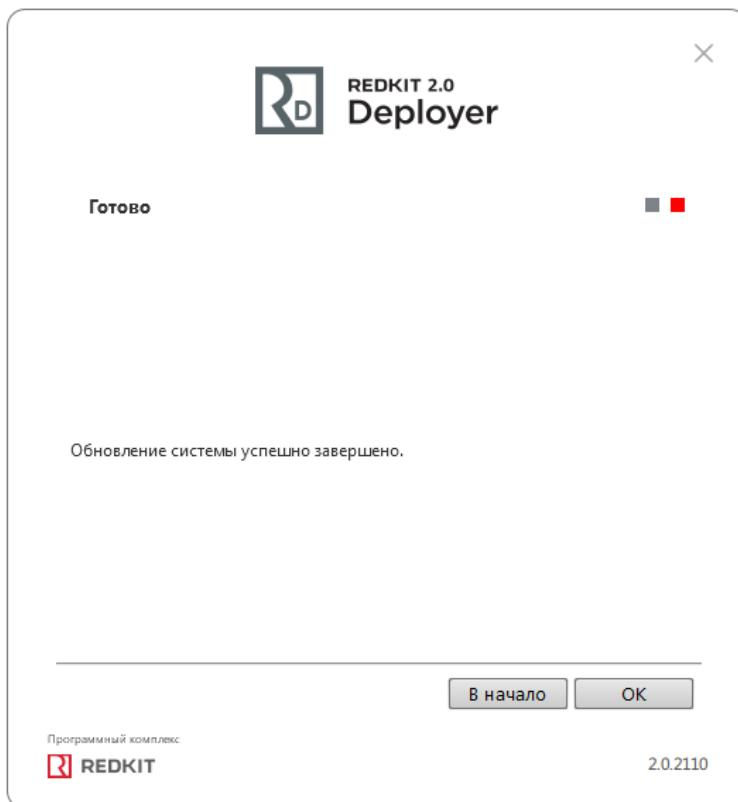

Рисунок 221 - Обновление системы завершено
4. Если все реквизиты были указаны правильно, появится сообщение об успешном обновлении системы. Нажмите **OK**. (Рисунок 221).